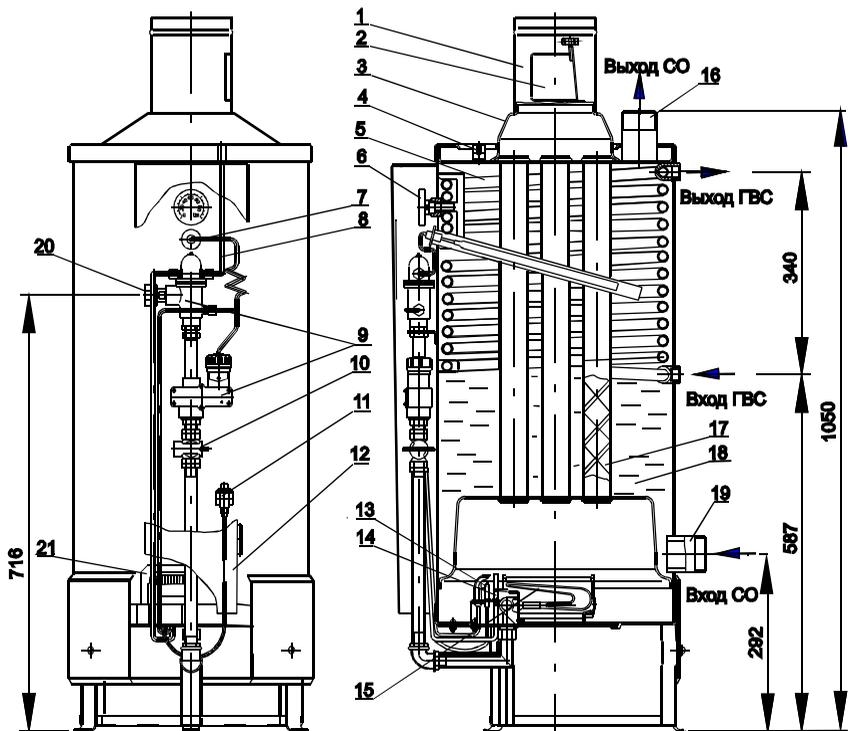
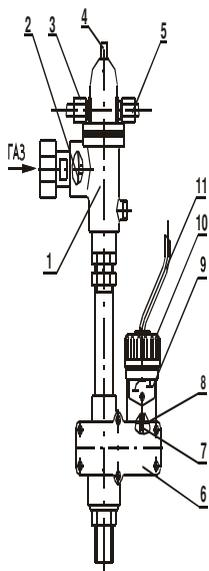
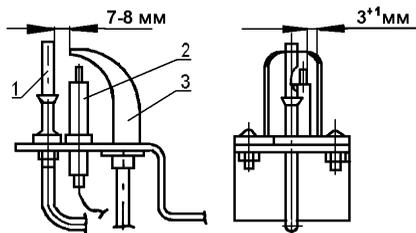

Рис.1 Аппарат комбинированный (отопительный) газовый бытовой Эконом
Рис. 2 Автоматика аппарата
Рис.3 Устройство запальное
4.1. Аппарат напольного типа имеет цилиндрическую форму. На лицевой стороне установлена дверка 12 (Рис.1).
4.2. Клапан газовый магнитный 1 (Рис.2) представляет собой электромеханическое устройство. Состоит из корпуса, внутри которого находится клапан, коробки магнитной, и служит для подачи газа к запальнику и горелке и автоматического отключения подачи газа при:
4.3. Тягопрерыватель 1 (Рис.1) предназначен для автоматической стабилизации величины разрежения в топке аппарата, т.е. уменьшения влияния колебания величины разрежения в дымоходе на тягу в топке аппарата. Для успешной работы дверца тягопрерывателя 2 (Рис.1) должна легко вращаться на оси.
4.4. Терморегулятор 6 (Рис.2) предназначен для регулирования температуры воды в баке и состоит из узла "сильфон - термобаллон", установленного внутри бака аппарата, системы рычагов и клапана, расположенных в корпусе терморегулятора.
На корпусе закреплена шкала настройки и гайка регулировочная 10 (Рис.2), вращая которую можно настраивать автоматику на температуру от 50 °С до 90 °С. Эта перемена температуры вызывается перемещением сильфона вместе со штоком 7 вверх (вниз) при вращении гайки регулировочной.
4.5. Автоматика по тяге состоит из датчика тяги 4 (Рис.1), укрепленного на крышке бака и кабеля 8, соединяющего датчик тяги с коробкой магнитной.
4.6. Устройство запальное Рис.3 предназначено для крепления запальника, термопары, свечи зажигания и розжига основной горелки. Для обеспечения воспламенения газа зазор между электродом свечи зажигания и запальником должен быть в пределах 3+1 мм.
- нажимать кнопку пусковую 4 (Рис.2) и вращать гайку регулировочную терморегулятора нагрева воды 10 (Рис.2) без надобности;
5.4. Открывайте кран газовый 10 (Рис.1) перед горелкой только при горящем запальнике. В случае погасания пламени на запальнике и горелке перед повторным зажиганием проветрите помещение.
5.5. Во избежание разрушения пайки контактов термопары, электромагнита и провода датчика тяги не затягивайте сильно накидные гайки 3, 5 (Рис.2) при наворачивании их на штуцера электромагнита.
5.11. Во избежание самопроизвольного срабатывания датчика тяги колпак 3 (Рис.1) не должен касаться биметаллической пластины датчика тяги.
6.8. Установите аппарат вертикально, и проверьте вертикаль по уровню. Установите щиток 21 (Рис.1) в нижней части бака.
6.9. Установите на аппарат тягопрерыватель 1 (Рис.1), обеспечив его строго вертикальное положение. Конец дверцы тягопрерывателя 2 (Рис.1) не должен выступать наружу и должен отклоняться от номинального положения внутрь тягопрерывателя не более чем на 1-2 мм. Дверца тягопрерывателя должна легко вращаться на оси. Колпак 3 (Рис.1) не должен касаться биметаллической пластины датчика тяги 4 (Рис.1).
6.11. Заполните трубу для установки узла “сильфон - термобаллон” 7 (Рис.1) машинным или автомобильным маслом (объем заливаемого масла ~30 см³).
6.12. Проверьте работу пьезорозжига. При нажатии на кнопку пьезорозжига 11 (Рис.1) должна проскакивать искра между электродом свечи 2 (Рис.3) и запальником 3 (Рис.3).
- проверьте тягу в дымоходе, для чего поднесите зажженную спичку к дверце тягопрерывателя 2 (Рис.1). При нормальной тяге пламя спички будет втягиваться в тягопрерыватель 1 (Рис.1).
7.3.2. Откройте дверку аппарата. Кран 10 (Рис.1) перед горелкой должен быть закрыт.
7.3.3. Нажмите кнопку пусковую 4 (Рис.2) до отказа и, удерживая ее, нажмите на кнопку пьезорозжига 11 (Рис.1). Запальник должен загореться.